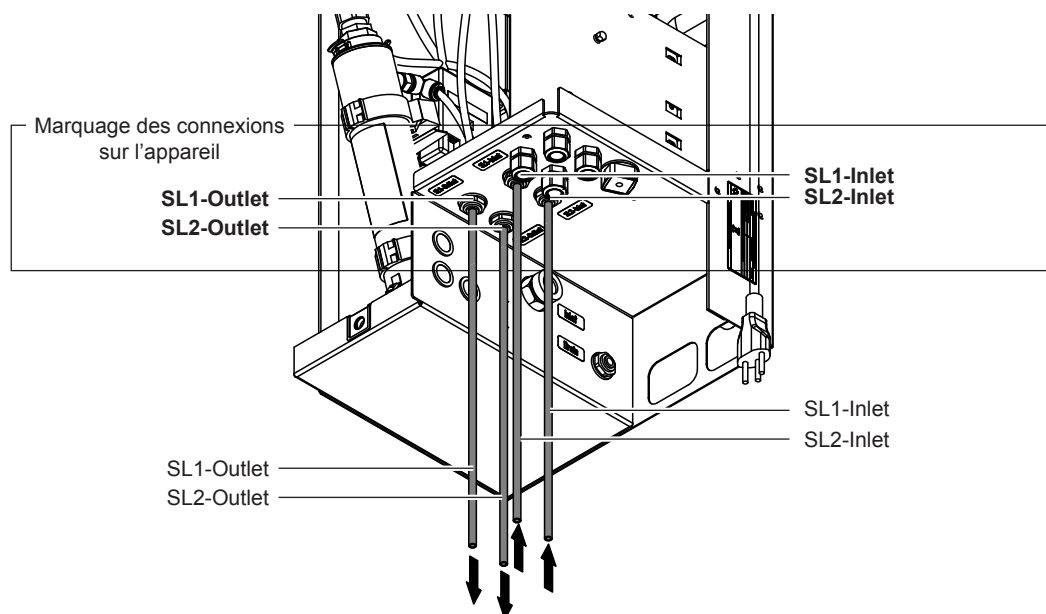

Fig. 38: Raccordement des flexibles du circuit de pulvérisation
1. Raccorder à l'unité centrale les tuyaux du circuit de pulvérisation 1 et 2 si existant selon Fig. 38.
Important : si les flexibles du circuit de pulvérisation ne sont pas ou pas suffisamment étiquetés, identifier les flexibles du circuit de pulvérisation selon Fig. 38.
6. Rebranchez les tuyaux d'alimentation à l'unité centrale (voir Fig. 38).